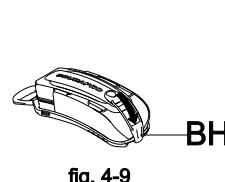

fig. 4-9
3. Fixez le rabat de la poche (fig. 4-9) en attachant le crochet élastique (BH) à la base de la poche de lest.